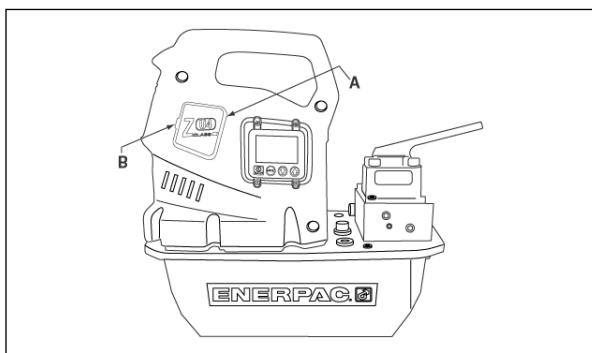

Figure 11, Enlèvement du bouchon de balais
2. Enlevez les deux bouchons de balais (A) en dévissant le verrou du bouchon de balais (B) et en le forçant légèrement vers l'extérieur (voir Figure 11).